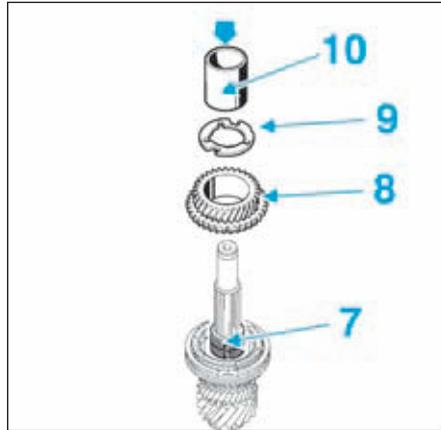

FIG.30
- Poser la bague sous pignon fou de cinquième (6) à l'aide d'un mandrin de diamètre approprié (indice "N") et appliquer une pression de 5 tonnes avec la presse d'atelier.
- Mettre en place la cage à aiguilles (7) (Fig.30).
- Reposer le pignon fou de 5° (8) muni de sa synchronisation, la rondelle cannelée (9) puis la bague sous pignon fou de 2° (10) à l'aide d'un mandrin de diamètre approprié (indice "N") et appliquer une pression de 5 tonnes avec la presse d'atelier.